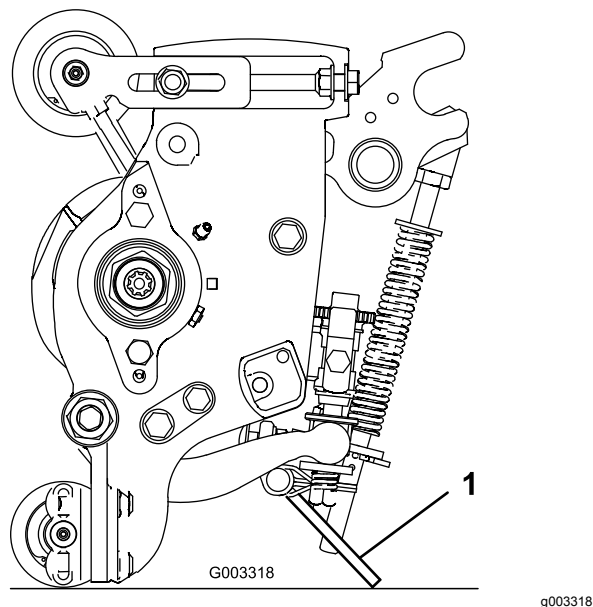

**Figura 8**
7. Monte una cadena de elevación a cada soporte con un tornillo, una arandela y una tuerca, colocados según se indica en la **Figura 8**.